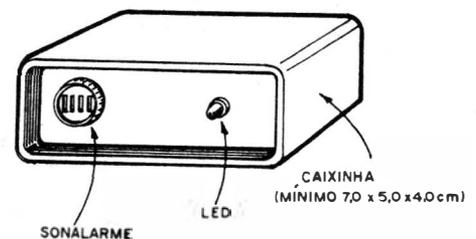

Fig.6
- **FIG. 6 - UMA CAIXINHA “JEITOSA” PARA A AMU** - Se o Leitor/Hobbysta optar pelo uso dos alarmes sonoro e visual (“Sonalarme” e LED...), uma acomodação como sugerimos na figura dará ótimo resultado estético e prático, de modo que o **container** possa ser fixado sob (ou no...) painel do veículo, em ponto onde a vi-